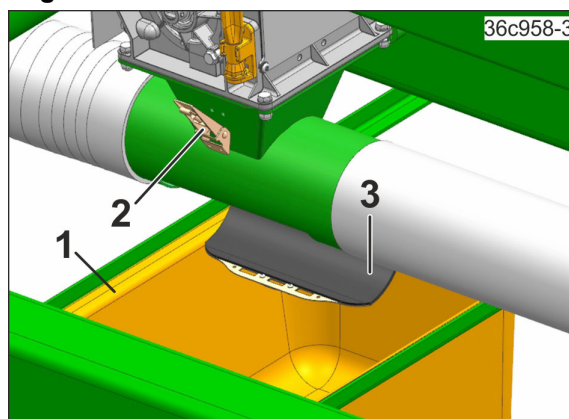

Fig. 153
3. Die Wanne (Fig. 153/1) in die Halterung unter dem Dosierer schieben.
- 4.1 Den Spannhaken (Fig. 153/2) lösen und die Klappe (Fig. 153/3) öffnen.